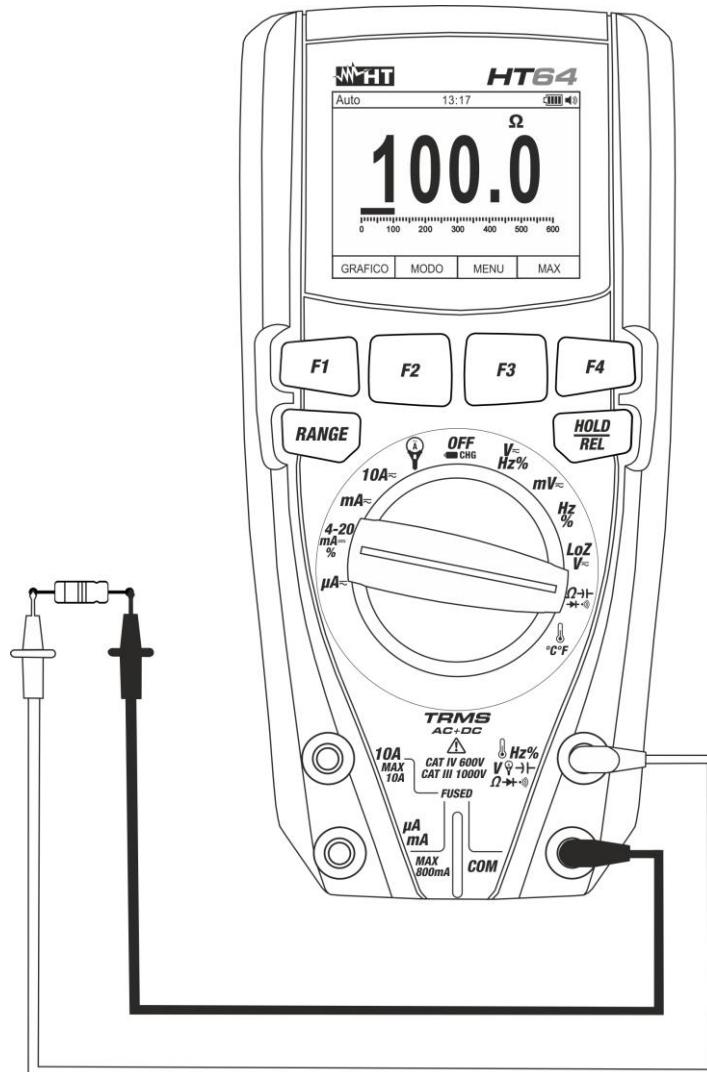

Fig. 26: Uso do instrumento para a Medição de Resistências e Teste de Continuidade
3. Colocar as ponteiras nos pontos pretendidos do circuito em exame (ver Fig. 26). O valor da resistência é apresentado no display.